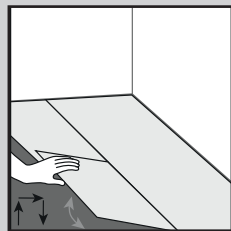
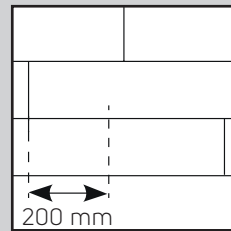
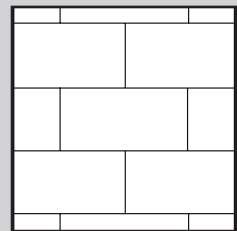

Abb. 3
Abb. 3a
Abb. 3b
4. Beginnen Sie die zweite Reihe, indem Sie Feder und Nut ineinander klicken lassen – halten Sie hierzu die Fliese oder Diele in einem Winkel von etwa 30° und klopfen Sie die Fliese oder Diele fest in die Nut der ersten Reihe. Verlegen Sie jetzt die nächste Diele/Fliese, indem Sie Feder und Nut der langen Seite zusammenfügen (Abb. 3). Fliesen und Dielen sollten „versetzt“ verlegt werden, sodass niemals vier Ecken aufeinandertreffen (Abb. 3a und Abb. 3b).